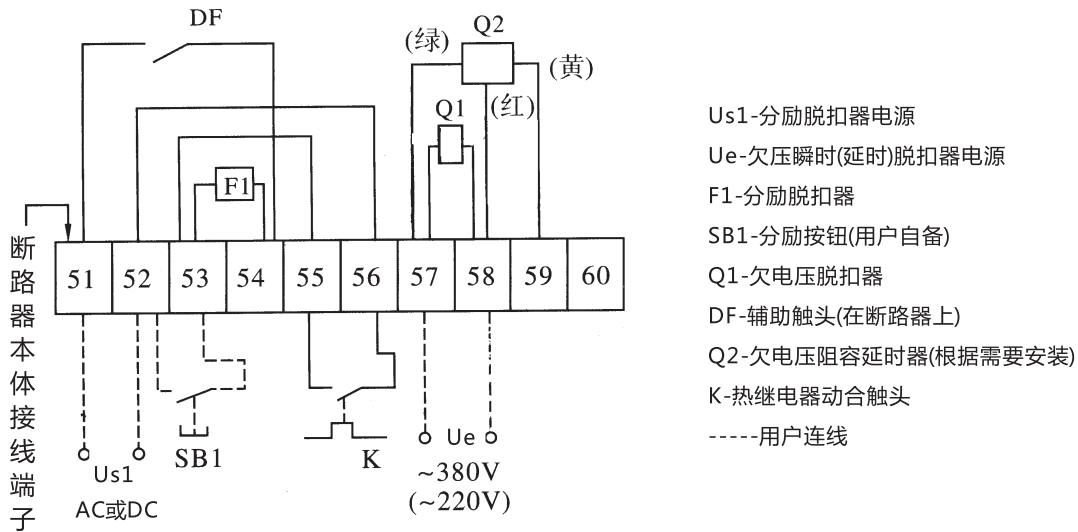

图11 热-电磁式断路器51~60号二次回路接线图
5.1 热-电磁式断路器(限流断路器)二次回路接线图见图11。